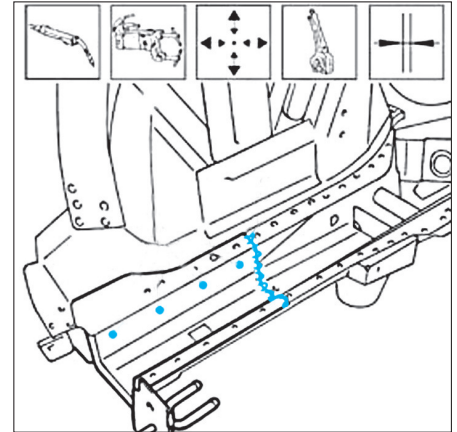

FIG. 36
- Ajuster le longeron, puis souder comme illustré (Fig.36).